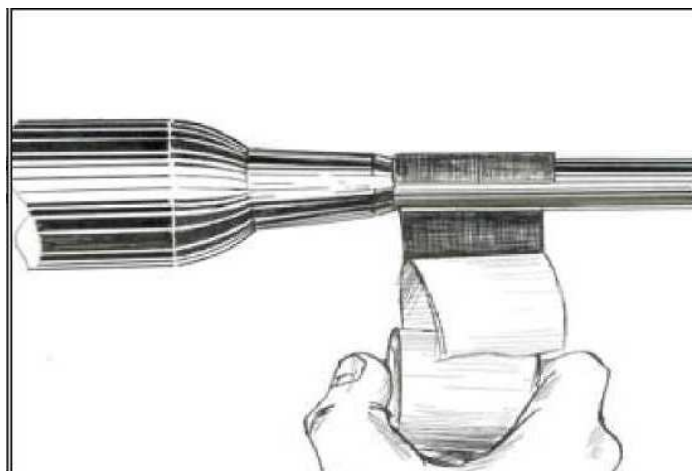

Рисунок 1 – Начало намотки ленты ЛГ-2
3.2. Берут рулон мастики МГ 14-16, разворачивают и на 10-15 мм освобождают от бумаги и накладывают на оболочку кабеля вплотную к торцу конуса клеммного отсека (Рисунок 1)